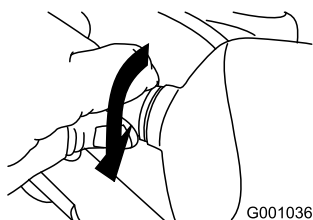

Рисунок 61
5. Поворачивайте цоколь лампы по часовой стрелке до тех пор, пока лампа не будет надежно ввернута (Рисунок 61).